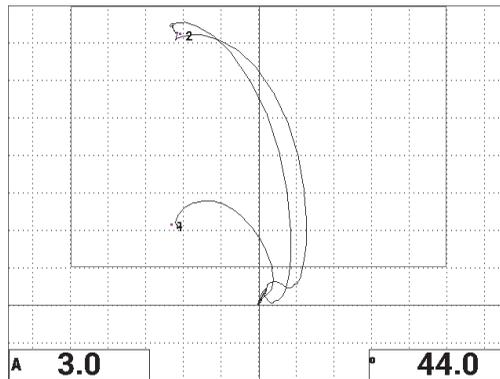

Figure 6-43 Deuxième balayage au-dessus des décollements
13. Appuyez sur la touche FULL NEXT (➡) pour afficher le plein écran, et puis balayez lentement au-dessus des décolllements et assurez-vous que les points correspondent toujours au signal (voir la Figure 6-43 à la page 166).